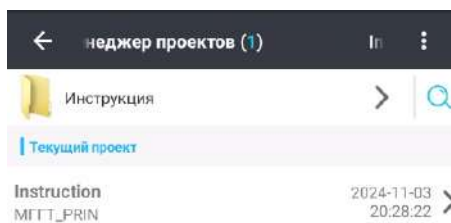

Рисунок 2.3.7
1. Находясь в Менеджере проектов и необходимой папке для восстановления нажмите на **троееточие** в верхнем правом углу (Рисунок 2.3.7).